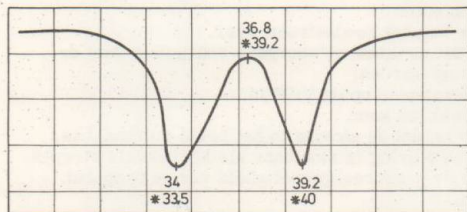

Fig. 7
- Verbreek de verbinding tussen 7U516 en 5U507, door de soldeerbrug in dit printspoor, te openen. Stel de wobbegenerator in op 36 MHz, zwaai 10 MHz. De doorlaatkromme, die nu op de oscillograaf zichtbaar wordt, moet er uitzien zoals in fig. 7 is getekend.